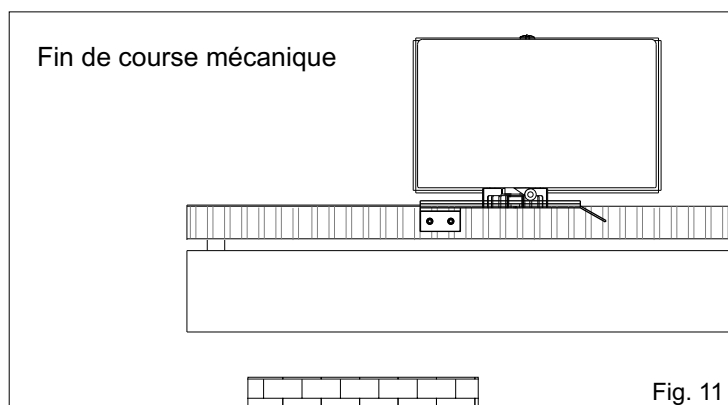

Fig. 11
- Positionner la plaque sur la crémaillère de façon d'actionner le levier du fin de course mécanique (Fig. 11) et la fixer avec les vis fournies.